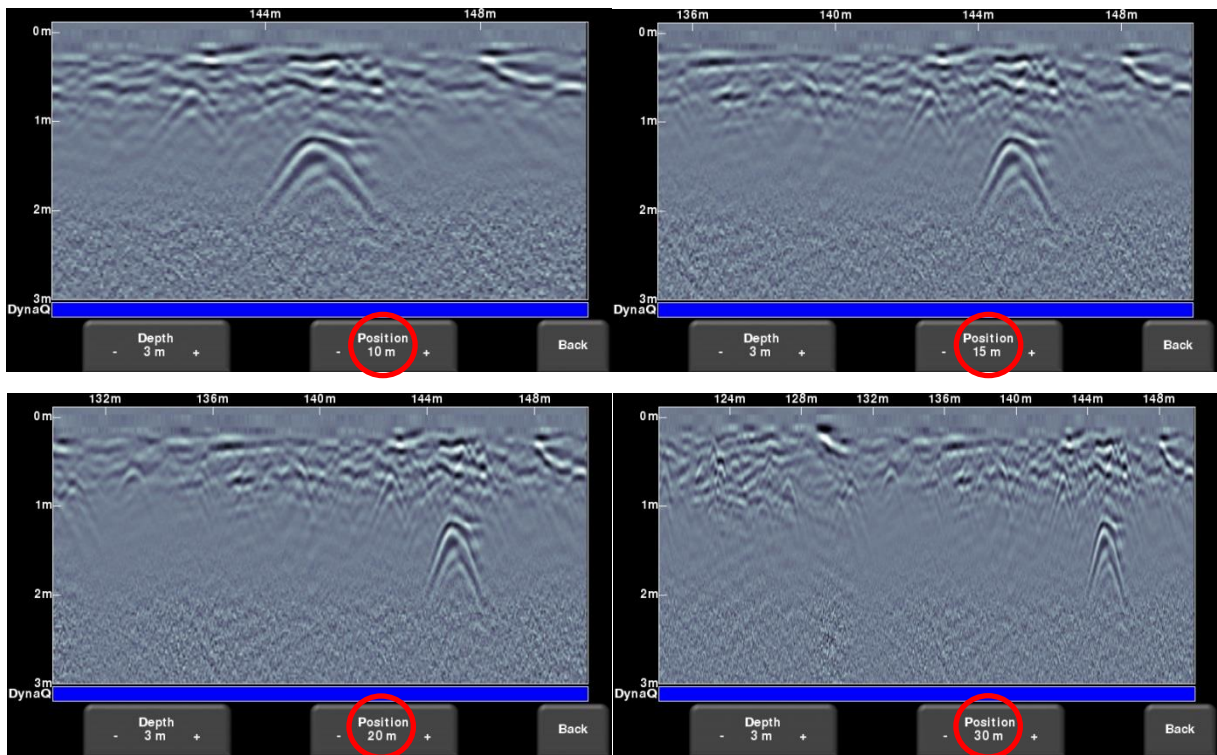

Figure 8-8 : Variation de la position ou de l'échelle horizontale
- **Position** – Appuyez sur + ou - sous la touche **Position** pour modifier la longueur de l'affichage des données sur un seul écran. Il s'agit de l'échelle horizontale. Les valeurs préconfigurées vont de 10 m à 30 m, voir Figure 8-8.